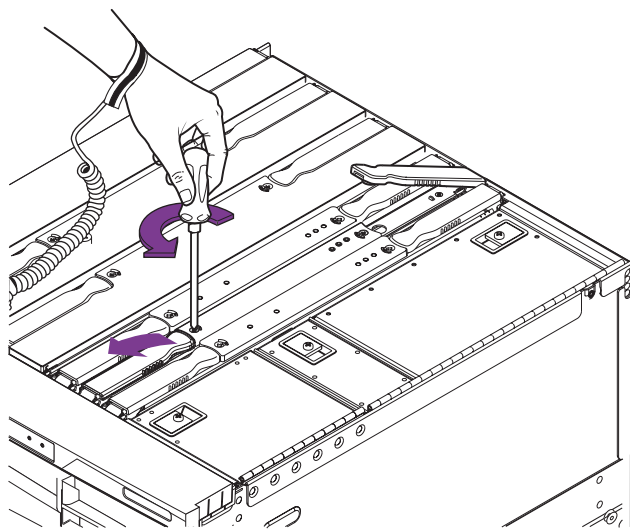

図 9-2 L2 リピータボードの取り外しレバーのロック解除
8. プラスのねじ回し (Phillips の 2 番) を使用して、取り外しレバーのロックを解除します (図 9-2)。